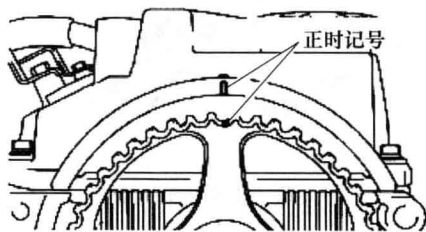

图 1-20 凸轮轴的正时记号
3) 上下摇动第一缸与第四缸缸摇臂, 以判定哪一气缸的活塞是位于压缩行程的上止点位置。如果进气与排气门摇臂都有气门间隙, 则与此种摇臂相对应的气缸中的活塞是位于压缩行程的上止点。也可以参见图 1-20 所示凸轮轴的正时记号, 若记号对齐则表示一缸活塞处于压缩上止点。